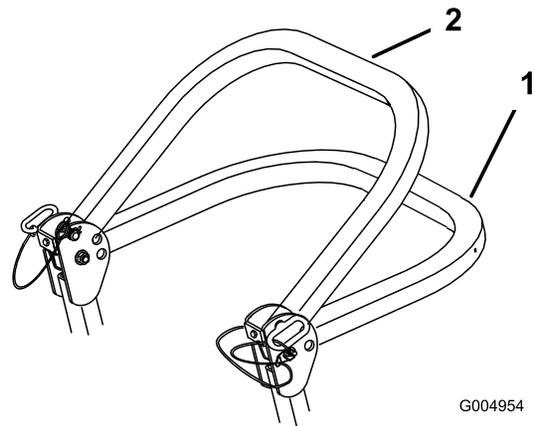

Figura 4
2. Abbassate il roll bar (Figura 4).
Nota: Sono presenti 2 posizioni abbassate; fate riferimento a Figura 4.